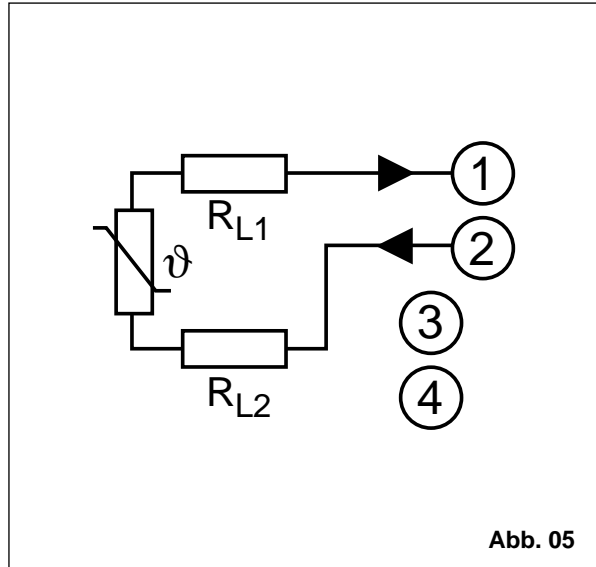

Abb. 05
a) 2-Leiter-Anschluß (Abb. 05)